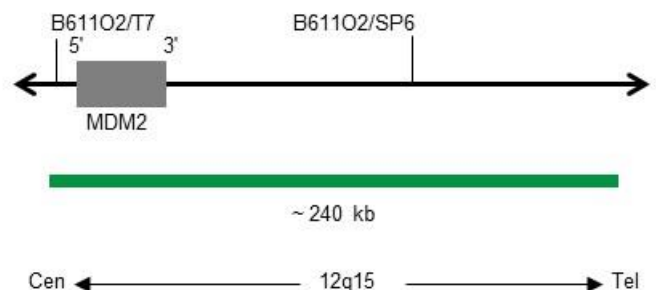

Abb. 1: SPEC MDM2 Sondenlokalisierung (nicht maßstabsgetreu)
- Digoxigenin-markierten Polynukleotiden ($\sim 1,1$ ng/ μ l), die gegen Sequenzen in 12q15* (chr12:69,190,708-69,430,185) gerichtet sind, welche die MDM2-Genregion enthalten (siehe Abb. 1).